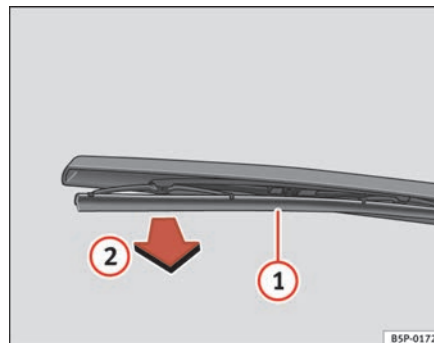

Fig. 169 Sostituzione della spazzola del tergilunotto
- Sollevare la racchetta del tergilunotto dal lunotto ⇒ fig. 169.
- Sbloccare la spazzola ① e tirare ② ⇒ fig. 169.